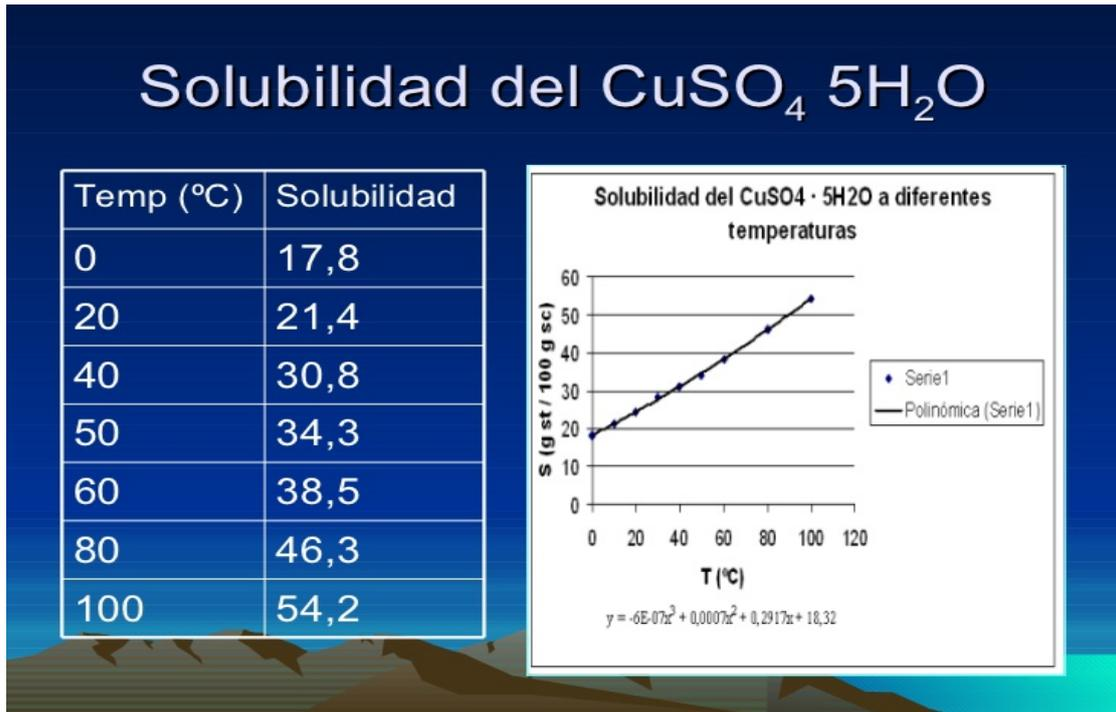

Figura 3: Curva de solubilidad de sulfato cúprico pentahidratado³
6. Coloque el número 1 a un tubo, que denominará de referencia, al cual le deberá agregar el contenido de un sobre con sulfato cúprico pentahidratado, cuya masa estará especificada. Posteriormente deberá agregarle 2 mL de agua destilada y agitar. Indique si obtuvo una solución saturada, insaturada o sobresaturada de acuerdo a la gráfica de la figura 3. Considere la masa del soluto y el volumen del disolvente que usó. Considere la densidad del agua es de 1g/mL a 20°C-